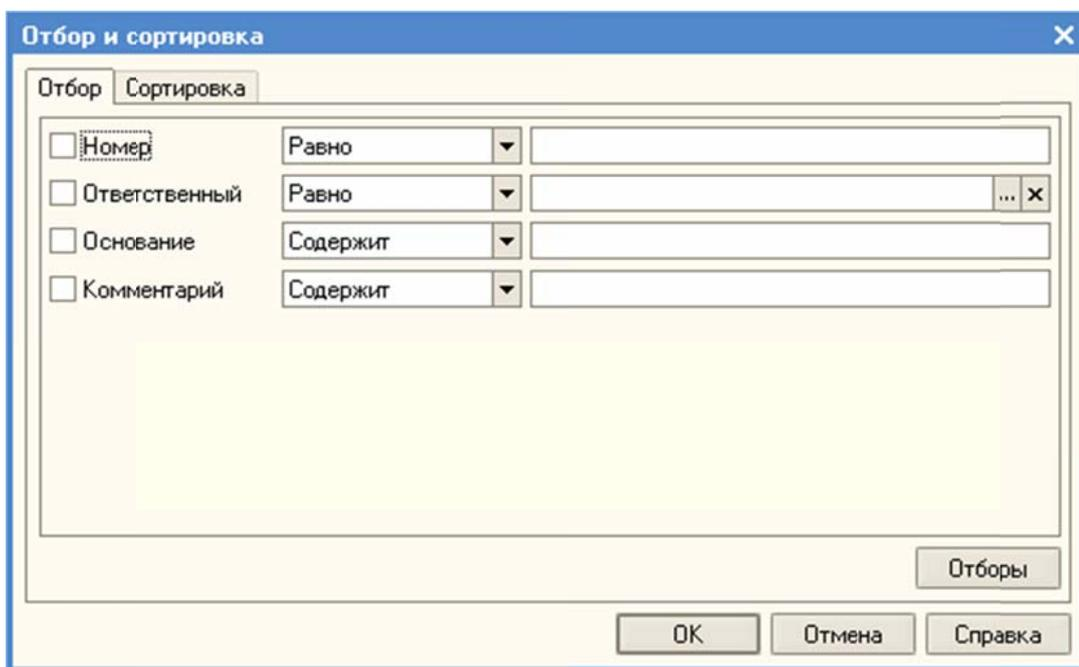

Рисунок 221 – Диалоговое окно «Отбор и сортировка»
2. Открыть диалоговое окно отбора и сортировки (Рисунок 221).